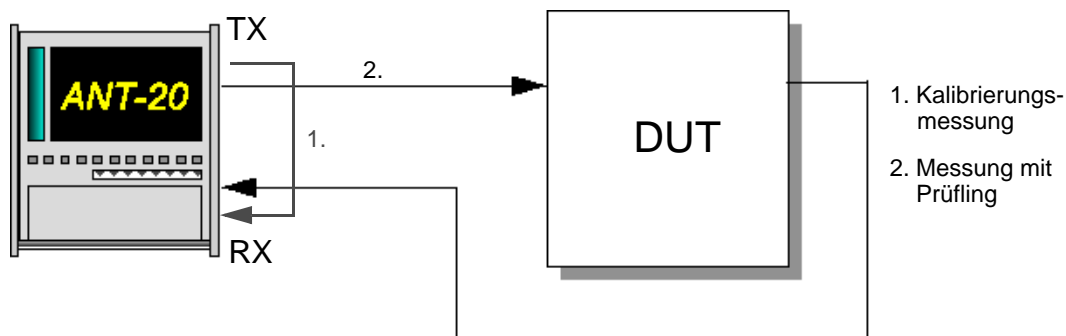

Bild A-62 Meßaufbau für Jitter Transfer Function-Messungen
**Tip:** Um die größtmögliche Genauigkeit zu erzielen, empfiehlt es sich, vor jeder JTF-Messung eine Kalibrierungsmessung durchzuführen (siehe Bild A-62).